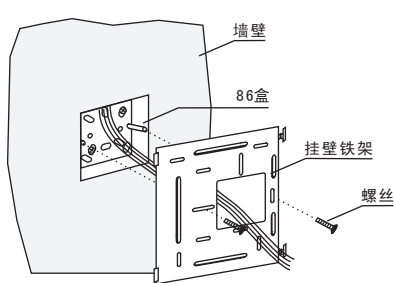
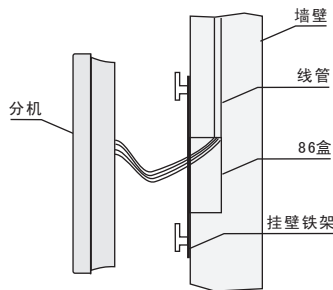

图 3
图 4
5. 在配有挂墙钩的前提下，也可将挂墙钩固定在86盒上，再装上分机（见图3、图4）。